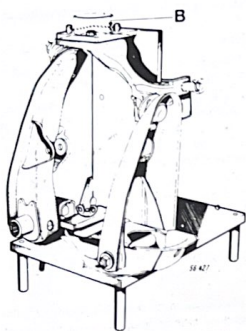

Fig. 5.16. Semitrén delantero colocado en el útil de verificación "T. Av. 58".
Se monta el calibre (6) en el taladro (3) ó (4), de manera que pase por el orificio de la rótula de la dirección (Fig. 5.16).